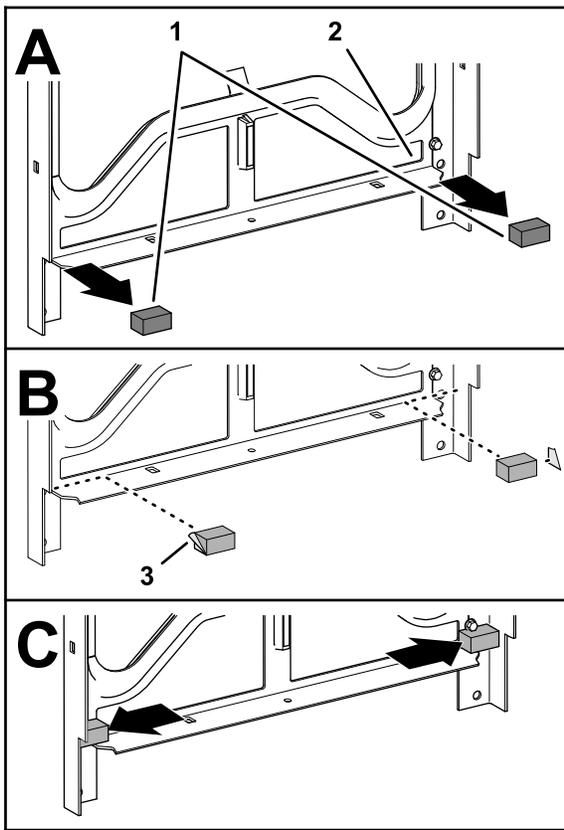

图25
1. 取下安装架内下角的 2 个泡沫密封条图25。
2. 清洁卸下密封条处的安装架表面 图25。
3. 撕下新泡沫密封条的背衬 图25。
4. 如 图25 所示安放泡沫密封条。